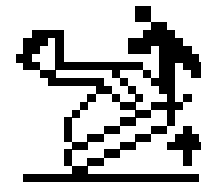

Figure 29
Quand vous déployez les bras à la portée maximale pour leur hauteur et le poids de la charge, leur course s'arrête et l'icône Smart Load s'affiche dans l'InfoCenter (Figure 29).
4. Avec des outils manuels, tournez la vis dans le sens antihoraire jusqu'à ce que le frein soit desserré ou que la vis ne puisse plus tourner (Figure 29).